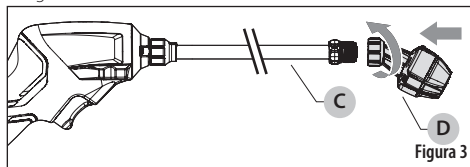

Figura 3
Instale la boquilla 3 en 1 (D) en el extremo de la varilla de extensión (C). Gire hacia la derecha para ajustarla. Vea la Figura 3